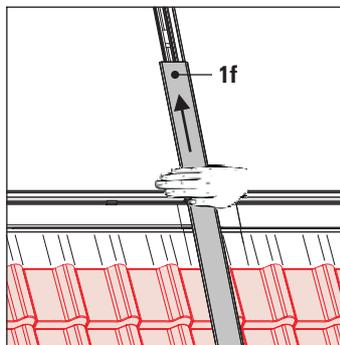

Fig. 3-43 Fase di lavoro 2
2. Mettere il listello di inserimento (1f) del pacchetto in tetto sotto all'estremità dei collettori piani e spingerlo verso il colmo. Nel farlo premere il listello di inserimento sul collettore piano premendo con la mano piatta sulla parte iniziale del collettore (fig. 3-43).